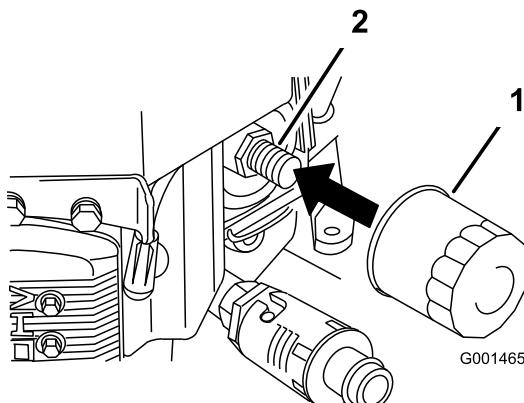

Figura 31
- Retire el filtro de aceite usado (Figura 31).
- Aplique una capa fina de aceite nuevo a la junta de goma del filtro nuevo (Figura 31).
- Instale el filtro de repuesto en el adaptador de filtro; gire el filtro en el sentido de las agujas del reloj hasta que la junta de goma entre en contacto con el adaptador del filtro, luego apriete el filtro tres cuartos de vuelta más (Figura 31).